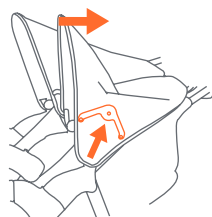

Fig. 8b
• **Para plegar la cubierta:** empuje hacia atrás el borde delantero (Fig. 8b).